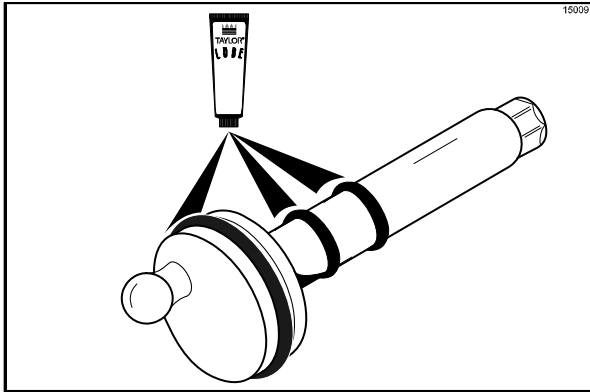

Abbildung 154
13. Die große schwarze Runddichtung und die beiden kleineren schwarzen Runddichtungen in die Rillen der Antriebswelle schieben. Die Runddichtungen und die Welle gründlich schmieren. Den Sechskant am Ende der Antriebswelle NICHT schmieren! (Siehe Abbildung 154.)